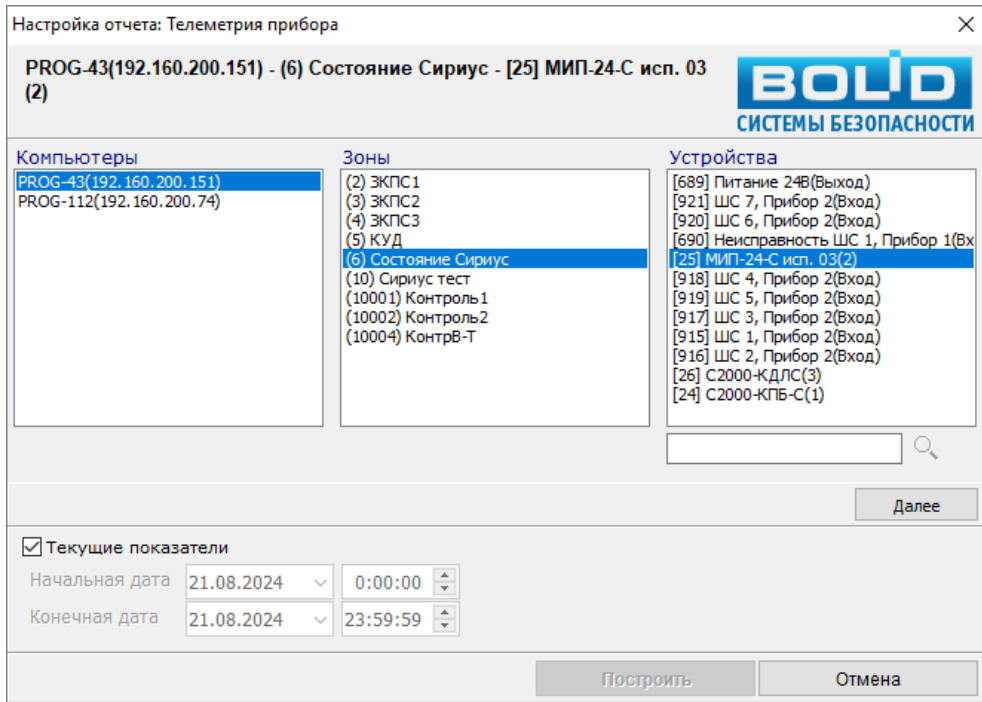
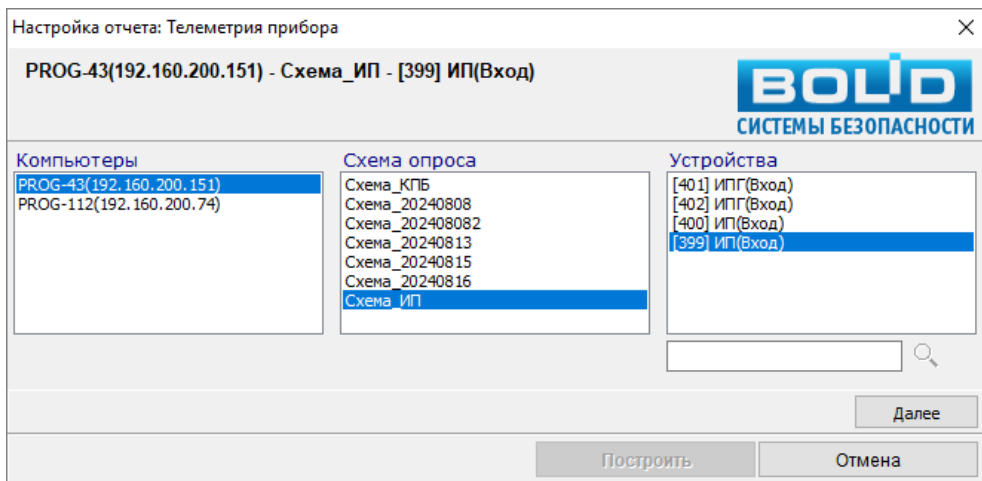

Рисунок 12-177 Страница выбора устройства окна настроек отчета "Телеметрия прибора" на основании общих данных
Рисунок 12-178 Страница выбора устройства окна настроек отчета "Телеметрия прибора" на основании данных по схеме ВСС
На этой странице отображаются поля (см. Рисунок 12-177, Рисунок 12-178), в которых необходимо по порядку (начиная с поля слева) выбрать необходимые для формирования отчета элементы. Описание полей приведено в таблице ниже (Таблица 12-23).
(1) Поле «Зоны» отображается на странице выбора устройства окна «Настройка отчета» при формировании отчета на основании общих данных сбора статистики (см. Рисунок 12-177).
(2) Поле «Схема опроса» отображается на странице выбора устройства окна «Настройка отчета» при формировании отчета на основании данных по схеме ВСС (см. Рисунок 12-178).